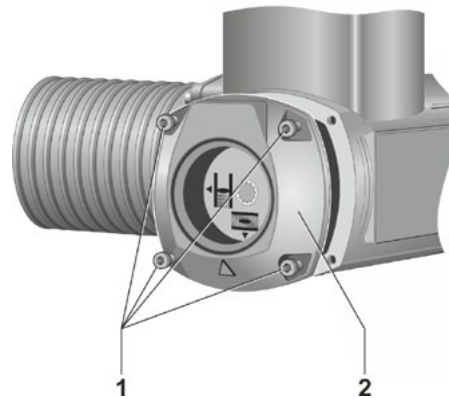

Abb. 1: Deckel abnehmen
1. Die vier Schrauben (Abb. 1, Pos. 1) lösen und Deckel (2) abnehmen. Auf Dichtung achten.
8. Deckel (Abb. 1, Pos. 2) wieder anschrauben; dabei auf korrekten Sitz der Dichtung achten.